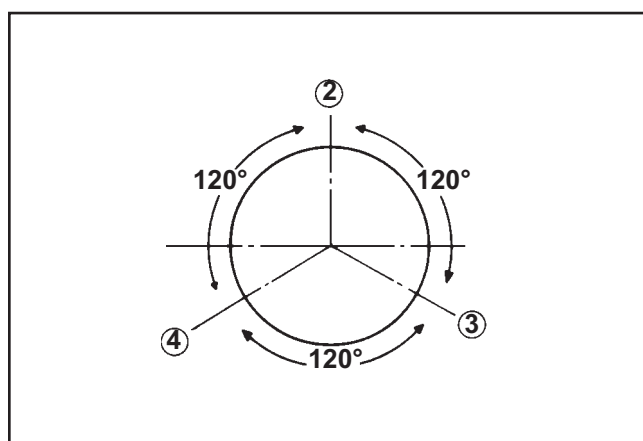

Figure 10-18. Positionnement de l'écart de segment.
4. Alternier/positionner les deux segments de compression, afin que les écarts soient espacés de 120° les uns des autres, ainsi que de l'écart de l'extracteur. Voir la figure 10-18.